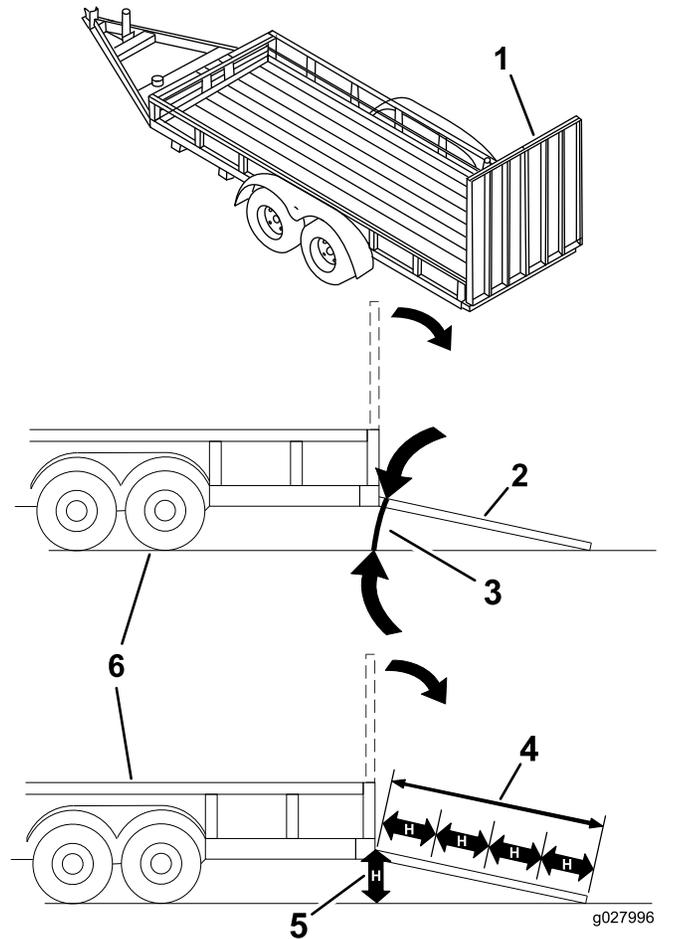

図 38
マシンをトレーラなどに搭載する作業は、機体を転倒させる危険をはらんでおり、万一そのような事故が起こると死亡事故など重大な人身事故となる 図 38。
3. 歩み板を降ろす板と地面との角度が15°以下となるにすること 図 38。
1. 歩み板を降ろす板と地面との角度が15°以下となるようにすること 図 38。